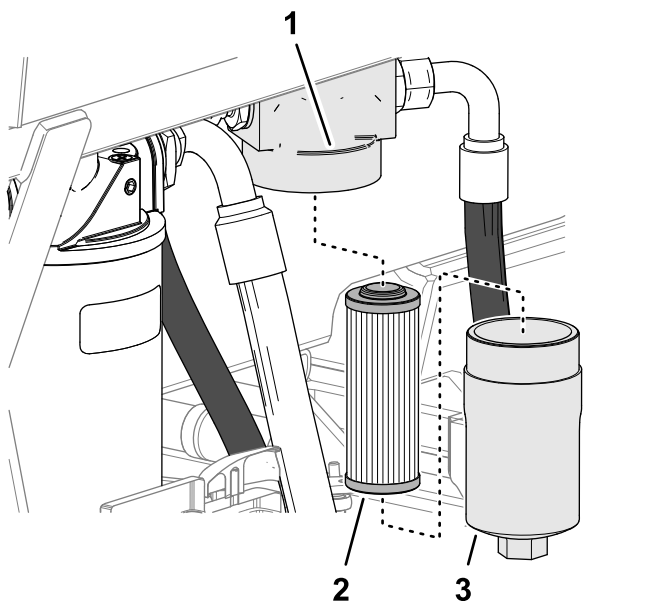

Bild 86
3. Reinigen Sie auf der linken Seite der Maschine den Bereich um den Filterkopf und stellen Sie eine Auffangwanne unter das Filtergehäuse (**Bild 86**).
4. Nehmen Sie das Filtergehäuse vom Filterkopf ab und entfernen Sie den Filtereinsatz (**Bild 86**).
5. Setzen den neuen Filtereinsatz in den Filterkopf ein (**Bild 86**).